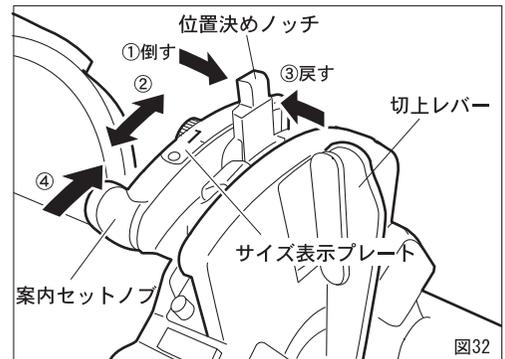
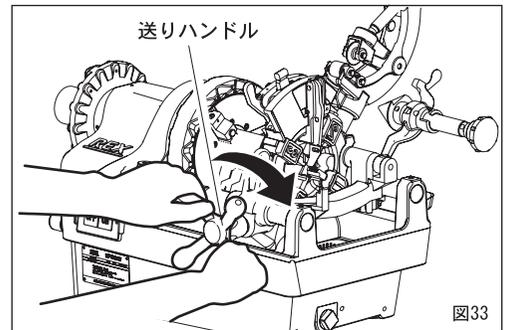

図32
図33
- ①希望するサイズにセットされているか確認してください。サイズ変更をする場合(図32)
1. 位置決めノッチを図32の矢印①の方向に倒す。
2. サイズ表示プレートに表示されている希望のパイプサイズに位置決めノッチを合わせる。(矢印②)
3. 位置決めノッチを矢印③の方向に倒しながら、ノッチの溝に位置決めピンをはめ込む。
- ②案内セットノブを矢印④の方向に止まるまで押し、ダイヘッドはセットの位置になります。スイッチを入れると、オイルはダイヘッドから自動的に注油されます。
- ③送りハンドルを時計方向に回して、パイプにダイヘッドを押しつけ、チェーザを食い付かせてください。(図33)
- ④ねじが3~4山切れればあとは自動的にねじが切れ、ねじが規定の長さになると、切上げレバーによりチェーザが自動的に開きます。
- ⑤送りハンドルを反時計方向へ回してダイヘッドをパイプから離します。
案内セットノブ(図32参照)を押し上げてダイヘッドをねじ切りのセット状態にします。そしてパイプにねじを切つてゆきますと、パイプ端面が切上げレバーに当り、徐々に押し出してゆきます。パイプに切られたねじが規定長さになりますと、切上げレバーが押しあげられ、チェーザがパイプから離れねじ切りが終わります。(図36-1)